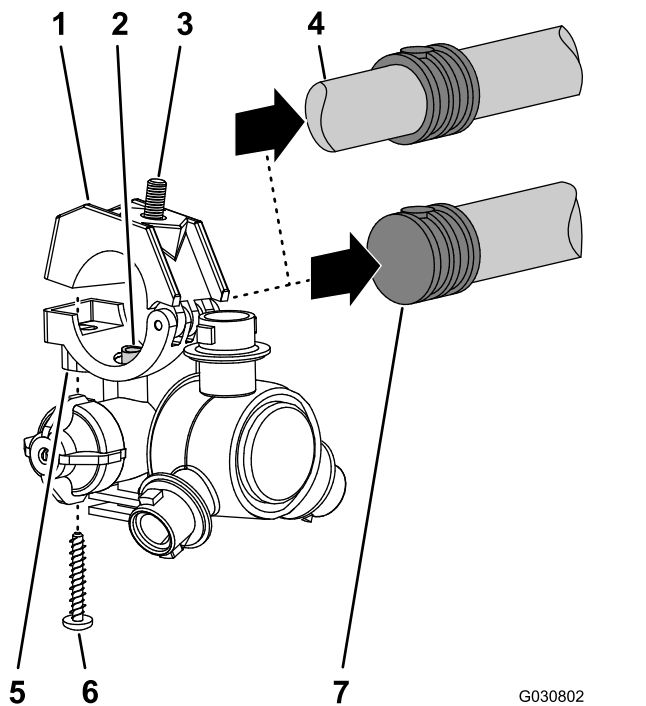

Bild 98
5. Arbeiten Sie mit den acht Sprühdüsen, die Sie in Schritt 1 entfernt haben, und nehmen Sie die Edelstahlschrauben (Nr. 2 x 1-1/4") ab, mit der die oberen Klemmenhälften und der gezahnte Einzelschlauch- oder Doppelschlauchschaft (3/4") am Gehäuse jeder Sprühdüse befestigt sind; nehmen Sie die gezahnten Schlauchschaft ab (Bild 98).